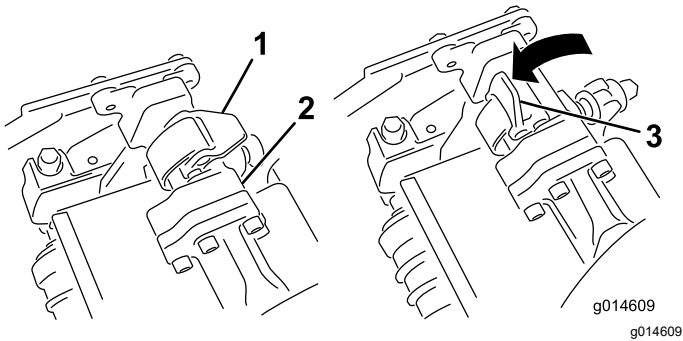
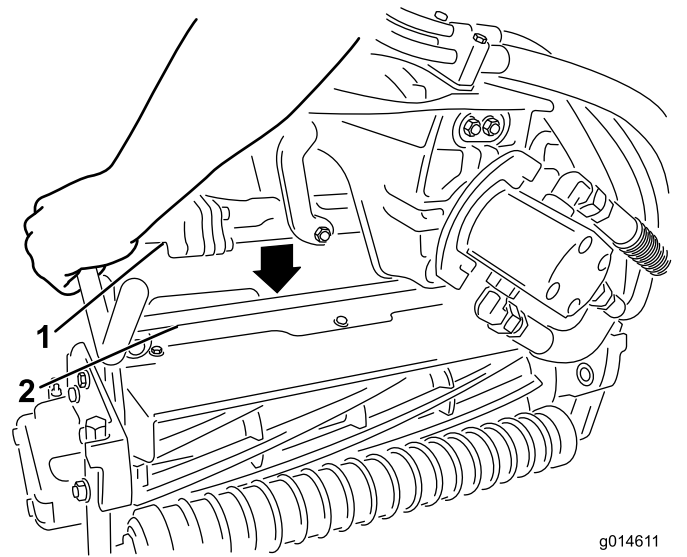

Bild 61
Bild 62
4. Öffnen Sie die Verriegelungen an der Aufhängearmstange (Bild 61) und drücken Sie den Aufhängearm nach unten, damit die Stange über beide Neigungsarme an der Schneideinheit liegt und stellen Sie sicher, dass die Verriegelungen unter die Querstange der Schneideinheit greifen (Bild 62).
5. Drücken Sie die Riegel nach unten um die Schneideinheitsstange herum und arretieren sie (Bild 61).
6. Öffnen Sie die Riegel an der Aufhängearmstange der Schneideinheit, die Sie entfernen möchten (Bild 61).